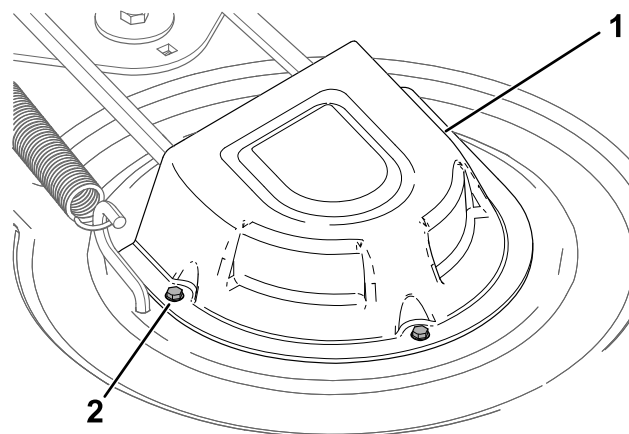

Figura 55
5. Desaperte os parafusos e retire as coberturas da polia (Figura 55).